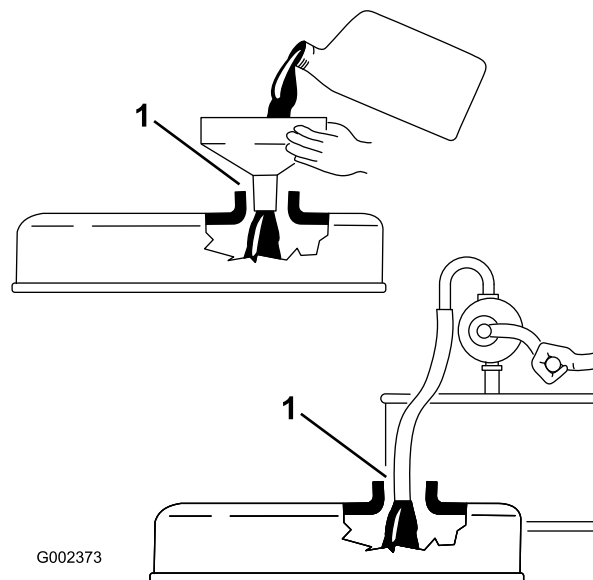

Рисунок 16
**Внимание:** При доливе или заливке моторного масла должен быть зазор между устройством заливки масла и отверстием для заливки, как показано на Рисунок 16. Этот зазор необходим для обеспечения выхода воздуха при заливке, что предотвращает перелив масла в сапун.